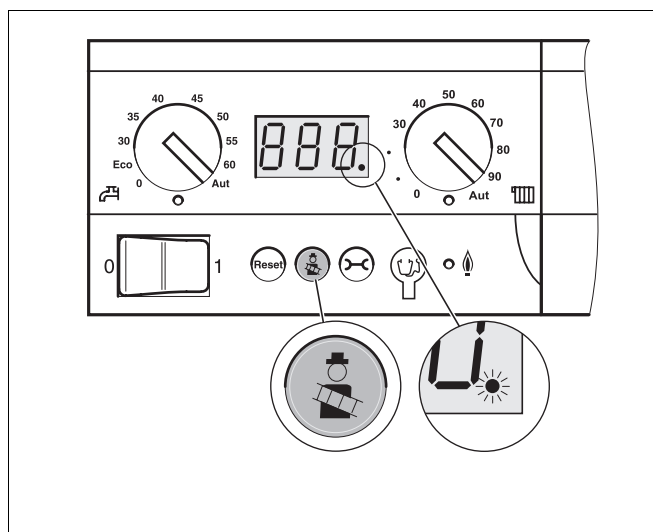

Abb. 10 Handbetrieb einschalten
- Drücken Sie die Taste „Schornsteinfeger“ (Abb. 10) länger als 5 Sekunden, bis der Dezimalpunkt im Display **blinkt**.